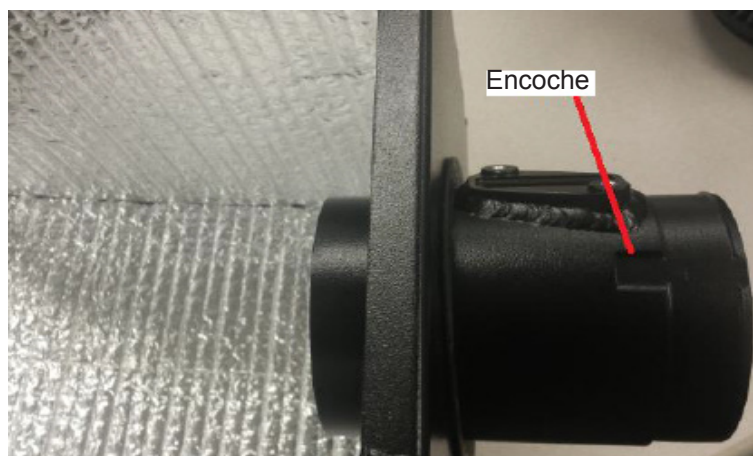

Figure 5
- Poser le tube de débit d'air massique (MAF) dans le trou du boîtier depuis l'extérieur. Poser le tube en orientant l'encoche vers le haut, comme indiqué dans la figure 5.